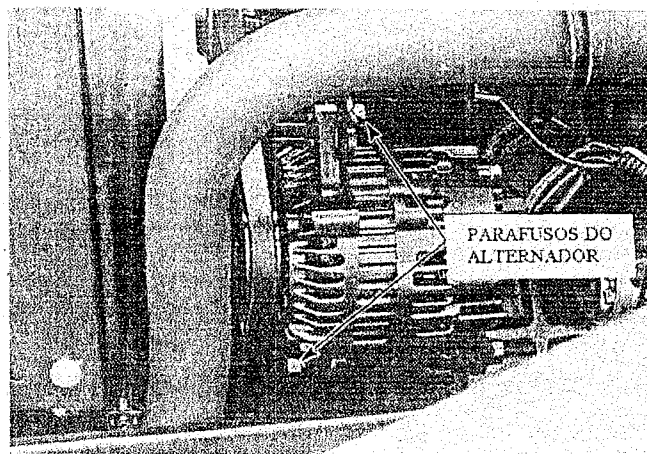

Fig. 63 – Parafusos de porca do alternador
1. Desaperte os parafusos da porca do alternador, fig. 63.